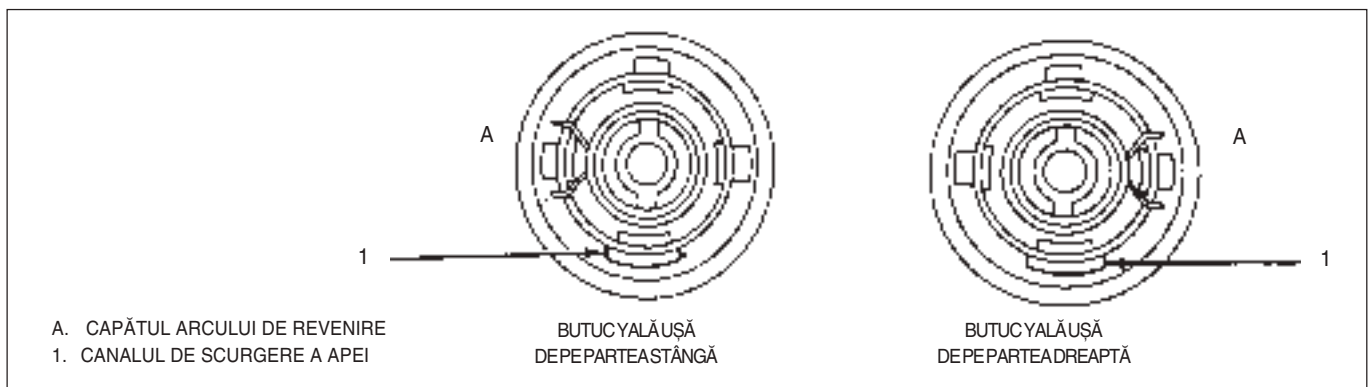

Fig. 9 Poziția arcului de revenire
- Cînd se montează butucul în locaș, se va asigura poziționarea corectă a canalelor de scurgere a apei ale ambelor piese (fig. 9 și 10).
- Se montează arcul de revenire în capătul locașului. La butucul ușii din stînga, ambele capete ale arcului trebuie montate pe proeminența aflată în stînga canalului de scurgere a apei. La ușa din dreapta, se va face asamblarea astfel încît arcul să fie agățat în dreapta canalului de scurgere a apei (fig. 9).